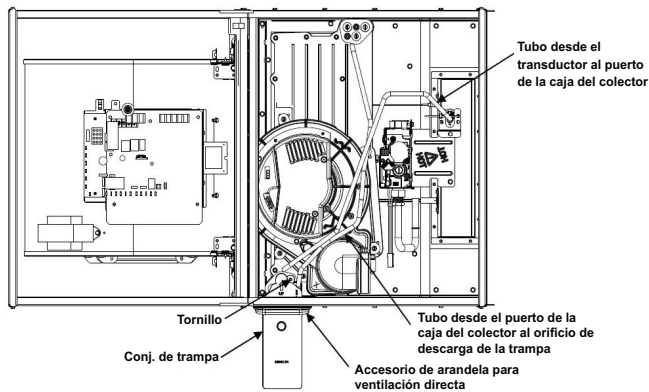

Fig. 20 – Horizontal derecha: Auxiliar del ensamblaje de la trampa
1. Se requiere un juego de instalación horizontal (ojal de la trampa) para todas las instalaciones horizontales de ventilación directa (únicamente). El juego contiene una arandela de goma para crear un sello entre el chasis del calefactor y la trampa de condensación. (consulte la Fig. 20)
5. Fije la trampa a la caja del colector con el tornillo proporcionado (Fig. 20).
- b. Quite la tapa instalada de fábrica del puerto de descarga de la trampa y tiéndalo desde el puerto en la esquina opuesta a la trampa hasta el puerto de descarga de la trampa (consulte la Fig. 20). Si el tubo es demasiado largo, corte cualquier longitud adicional. En la posición instalada, la tubería del transductor debe estar en el puerto de presión más baja y el tubo de descarga debe estar en el puerto más alto.